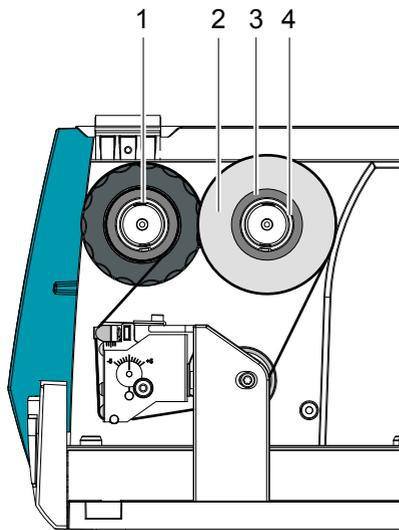

Figura 5 Percorso del nastro transfer
2. Spingere il rotolo di nastro (2) sullo svolgitore (4) fino al regolatore dei bordi, in modo tale che dopo l'inserimento lo strato di colore del nastro mostri la parte opposta alla testina di stampa.
**Per l'avvolgimento del nastro è necessaria un'anima (3) larga almeno quanto il nastro.**
3. Spingere un'anima di nastro sull'avvolgitore (1).
4. Condurre il nastro transfer attraverso la meccanica di stampa come rappresentato nella figura 5.
5. Incollare il pezzo iniziale del nastro sull'anima (3) utilizzando del nastro adesivo. Assicurarsi che la direzione di rotazione dell'avvolgitore sia quella oraria.
6. Ruotare l'avvolgitore (1) in senso antiorario, per calandrare il nastro transfer.